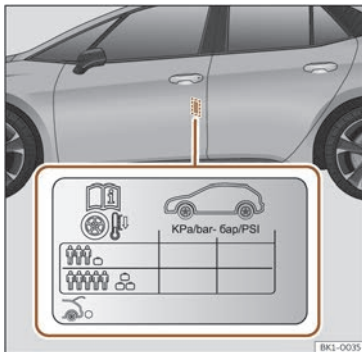

Fig. 195 Localización do adhesivo da presión de inflamento dos pneumáticos.
- Adapte a presión dos pneumáticos á carga que leva o vehículo >>> **fig. 195**.
Os valores da presión de inflamento están indicados na etiqueta adhesiva situada na parte posterior do marco da porta dianteira esquerda >>> **fig. 195**.
A presión dos pneumáticos débese adaptar á carga actual do vehículo. Se o vehículo vai ir cargado ao máximo, debe aumentar a presión de inflamento ao valor máximo de carga indicado na etiqueta adhesiva >>> **fig. 195**.
No caso dunha roda de emerxencia minimizada (125/70 R16 ou 125/70 R18), inflar a 4,2 bar de presión segundo se indica na etiqueta de presión dos pneumáticos >>> **fig. 195**.
- O condutor é responsable de que todos os pneumáticos do vehículo estean inflados á presión correcta. A presión de inflamento recomendada vén indicada nun adhesivo >>> fig. 195.
- Cos pneumáticos en frío, deberase manter sempre a presión indicada no adhesivo >>> fig. 195.